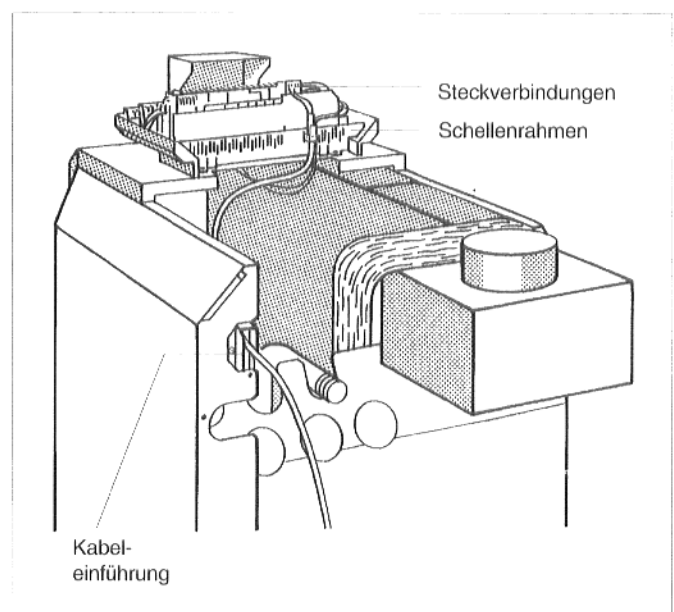
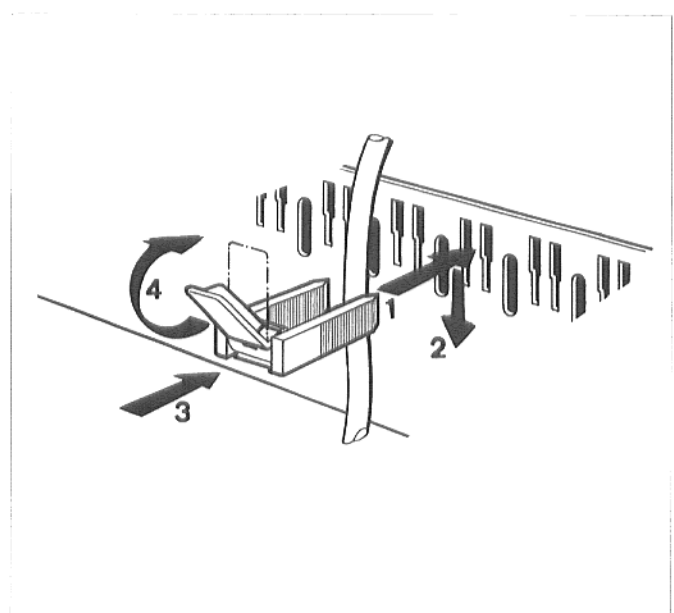

Abb. 14: Kabelführung und Steckverbindungen
Abb. 15: Leitung mit Kabelschelle sichern
- Bauseitige elektrische Anschlüsse nach Schaltplan an den Steckverbindungen herstellen (Abb. 14).
Die Leitungen von hinten durch die Kabeleinführung zum Regelgerät führen (Abb. 14).
Kabelschelle mit eingelegter Leitung von oben in die Schlitz des Schellenrahmens (Abb. 14) einsetzen; der Steg des Hebels muß dabei nach oben zeigen. Kabelschelle herunterschieben und gegendrücken. Hebel nach oben umlegen (Abb. 15).